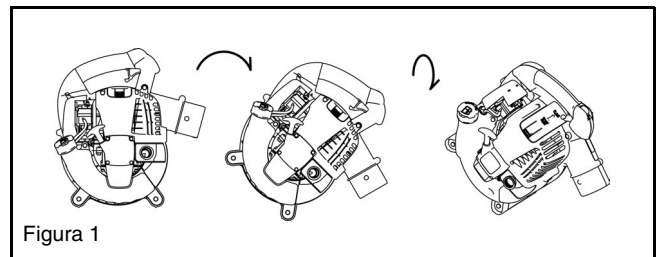
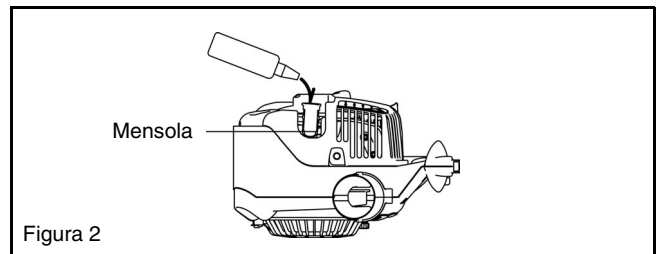

Figura 1
Figura 2
- (1) Verificare che il coperchio del serbatoio sia stretto perfettamente.
- (2) Togliere il coperchio dell'olio.
- (3) Inclinare la macchina nell'ordine mostrato nella Figura 1.
- (4) Orientare la macchina come mostrato nella Figura 2, e rabboccare l'olio nella mensola all'interno del tubo dell'olio.
- (5) Dopo il rifornimento, chiudere fermamente il coperchio dell'olio. Una chiusura insufficiente provocherà una perdita d'olio.
Per aprire il coperchio, mettere le dita sull'impugnatura principale e sulla sporgenza del coperchio della candela (Figura 1). Far scorrere la sporgenza verso la posizione "OPEN" spingendola su (Figura 2).